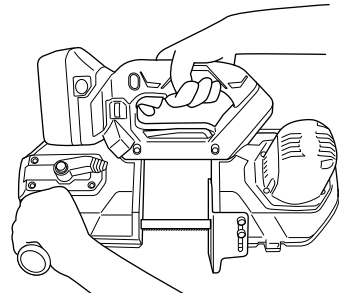

Fig. 1
1. Siempre agarre la herramienta firmemente con las dos manos por el asidero y el asidero lateral (Fig. 1). No toque la parte metálica.